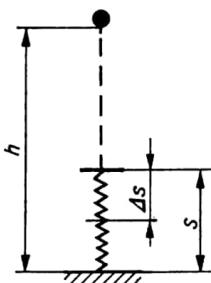

Bild 110
3.50 Bild 110; $h = \frac{k(\Delta s)^2}{2mg} + s - \Delta s; \quad h = 1,38 \text{ m}$